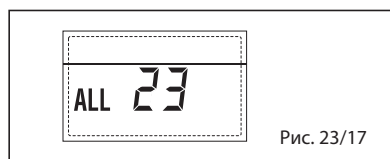

Рис. 23/17
– НЕПОЛАДКА ДАТЧИКА СОЛНЕЧНОГО КОЛЛЕКТОРА (S1) “ТРЕВ 24” (рис. 23/18)